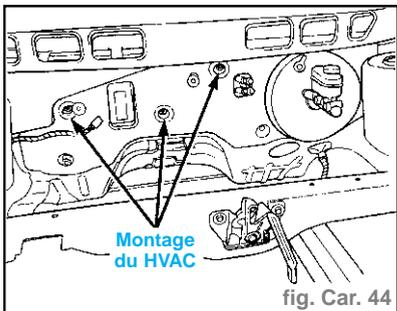

fig. Car. 44
- Déposer les trois écrous (dans le compartiment moteur) assujettissant l'unité au tablier (fig. Car. 44).